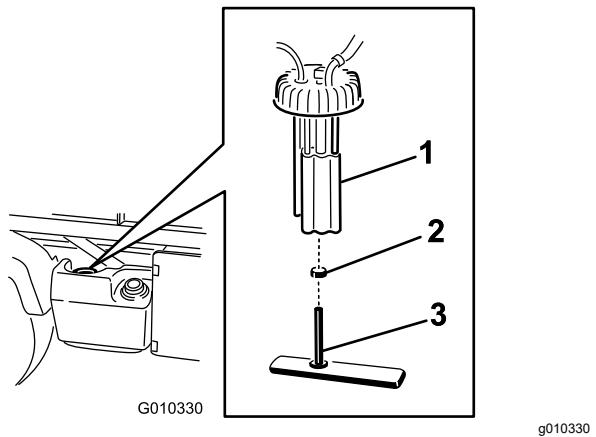

Figure 47
2. Débranchez les connecteurs des faisceaux de câblage de la pompe à carburant (Figure 47).
3. Desserrez le collier et débranchez la conduite d'alimentation du bouchon de la pompe à carburant (Figure 47).
4. Enlevez le bouchon de la pompe à carburant au sommet du réservoir de carburant (Figure 47).
5. Déposez la pompe à carburant et le filtre à carburant du réservoir (Figure 47).
7. Débranchez le flexible du raccord (Figure 47).